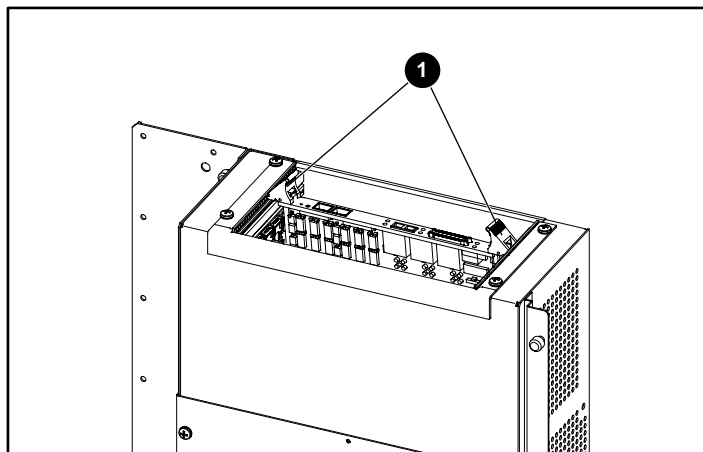

図12: NSRを固定する
- ① シリアルRJ-11コネクタ/Ethernet RJ-45コネクタ
- ② FC/LCコネクタ
- ③ SCSI VHDCIコネクタ
- ④ 拡張ケージ
- ⑤ slot A
7. ルータ ボードがエッジ コネクタに固定され、イジェクタ ラッチが所定の位置でロックされるまで、NSRをゆっくりと押し込みます (図12を参照)。